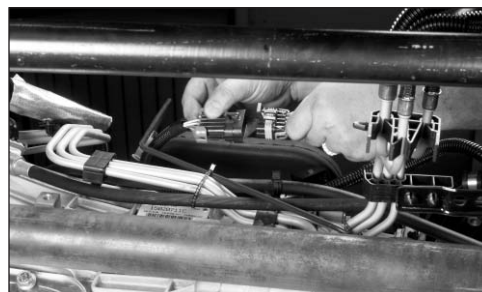

Fig. 15
18. Localize o conector upfitter GM de interface da TDF localizado no lado esquerdo superior da transmissão. Conecte o feixe de fiação elétrica Chelsea fornecido (379895) com o conector da interface (Fig. 15).